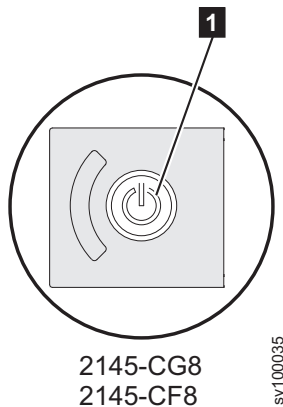

図 105. 2145-CG8 または 2145-CF8 オペレーター情報パネル の電源 LED
1. を確認します。SAN ボリューム・コントローラー 2145-CG8 または 2145-CF8 ノードの電源 LED (図 105 の **1**)。
3. 図 105 に示した 電源制御ボタン **1** を押して放します。SAN ボリューム・コントローラーの電源が切れるまで 1 分間待ちます。クラスター内の他のノードによってノード欠落のエラー・コードが表示されても、無視してください。保守手順が完了した時点で、このエラーは自動的に解決されます。